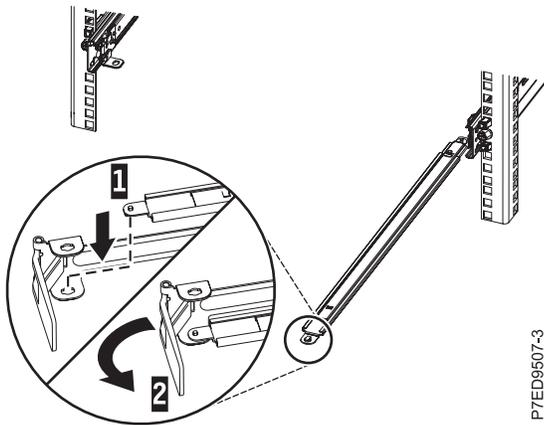

Figura 13. Fijación de la pieza de sujeción de tope de portables al brazo de soporte
2. Localice el orificio de la esquina inferior interna de la pieza de sujeción de tope de portacables en forma de L (1). Coloque el extremo que queda libre del brazo de soporte de modo que la lengüeta de bloqueo de la parte inferior de la punta quede alineada con el orificio de la abrazadera. Inserte la pestaña en el orificio y haga girar la pieza de sujeción (2) para fijarla al brazo de soporte, tal como se muestra en la Figura 13 en la página 12.